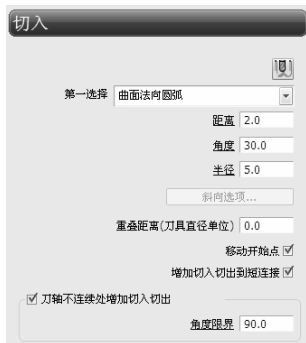

图 4-29 “切入”选项卡
1) 选择“切入”选项,选择“曲面法向圆弧”切入方式,设置“距离”为 2.0,“角度”为 30.0,“半径”为 5.0,如图 4-29 所示。